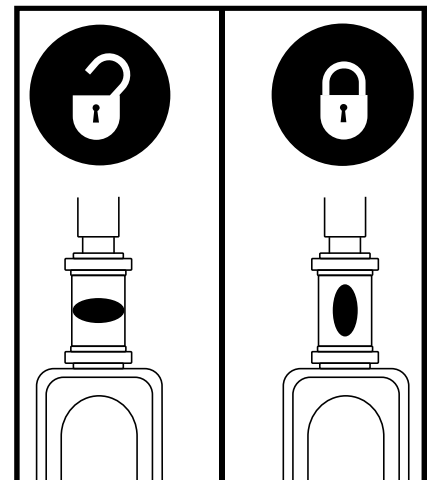

Figure 18. Bouton de verrouillage du guidon
1. Retirez la clé du contact et puis pour bloquer le guidon en ligne droite, pesez sur le bouton et tournez-le 90° dans le sens des aiguilles d'une montre. **Voir la figure 18.** La roue avant doit faire face à l'avant afin de pouvoir bloquer le guidon.
6. Débloquez la roue avant en tournant le bouton de blocage 90° dans le sens opposé aux aiguilles d'une montre. **Voir la figure 18.**